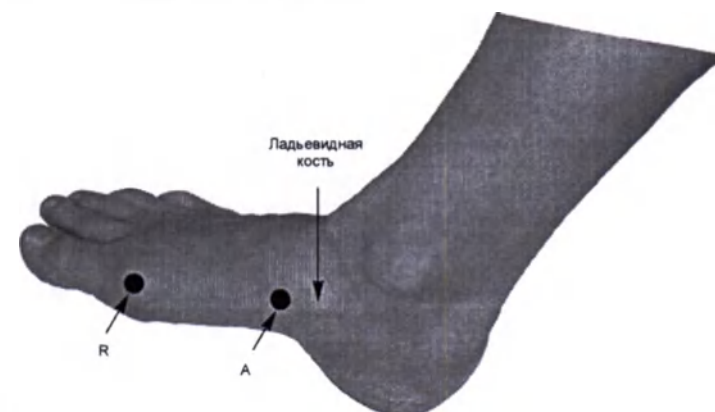

Рис. 92. Наложение электродов: А — активный электрод (черный); R — референтный электрод (красный)
- Наложите отводящие электроды (рис. 92).